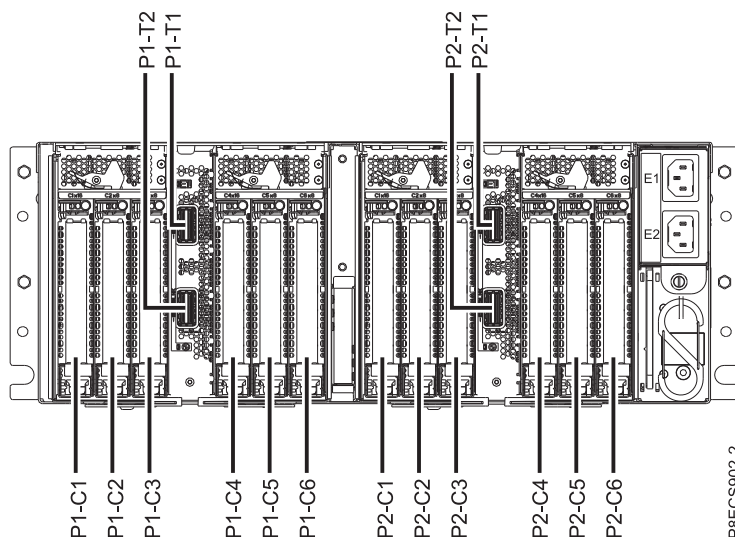

Abbildung 15. Positionen der PCIe-Adaptersteckplätze im Einschub für PCIe3-Erweiterungen
2. Bestimmen Sie den Steckplatz, in dem Sie einen PCIe-Adapter installieren möchten. Siehe Platzierungsregeln für PCIe-Adapter und Steckplatzprioritäten - Einschub für PCIe-Gen3-E/A-Erweiterungen. Die PCIe-Adaptersteckplätze befinden sich an der E/A-Modulposition, die an der Rückseite des Einschubs für PCIe3-Erweiterungen installiert ist. Abb. 15 zeigt die Positionscodes der PCI-Adapter.